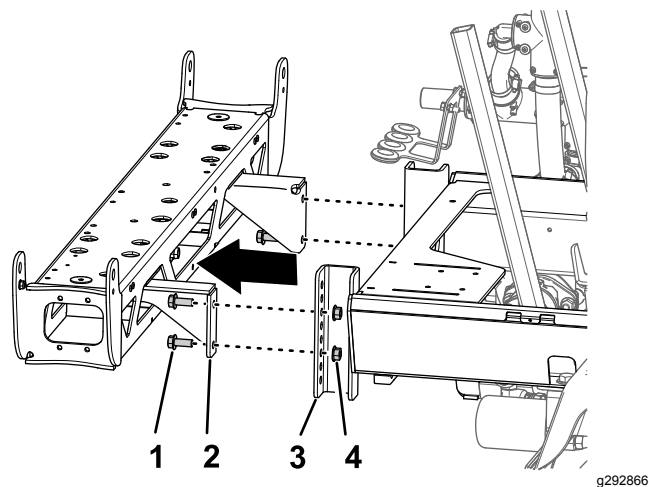

図 81
3. センターブーム用サポートブラケットを機体フレームの取り付け用チャンネル部材に固定しているフランジヘッドボルト $\frac{1}{2} \times 1\frac{1}{4}$ " とフランジロックナット $\frac{1}{2}$ " 4個とを外して、センターブームを機体から外す **図 81**。